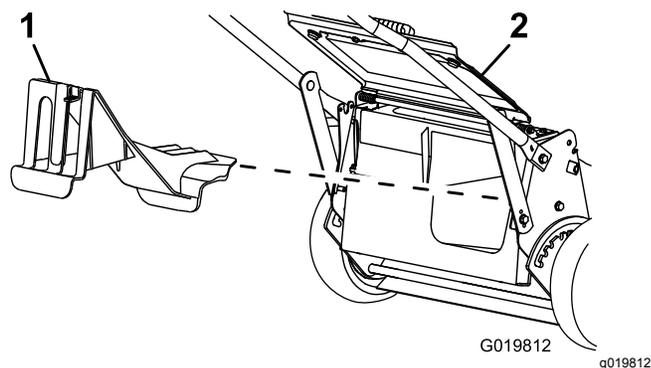

Рисунок 22
- Если не установлена задняя выпускная пробка, возьмите ее за рукоятку, поднимите задний отражатель и вставьте ее в желоб заднего выброса, пока защелка не зафиксируется на месте, см. Рисунок 22.
2. Нажмите большим пальцем на фиксатор задней выпускной пробки и снимите пробку (Рисунок 22).